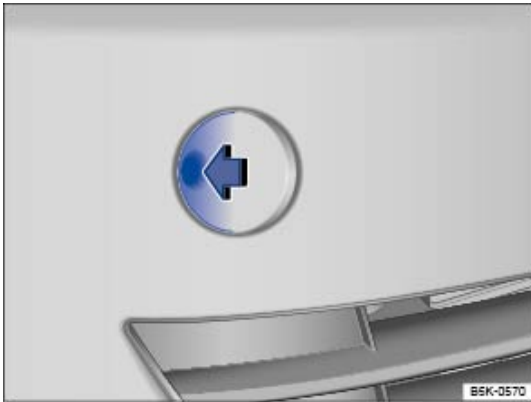

Fig. 256 Dans le pare-chocs avant, côté droit : dépose du cache.
- Appuyez sur la zone latérale du cache → Fig. 256 (flèche) pour défaire le crantage du cache.